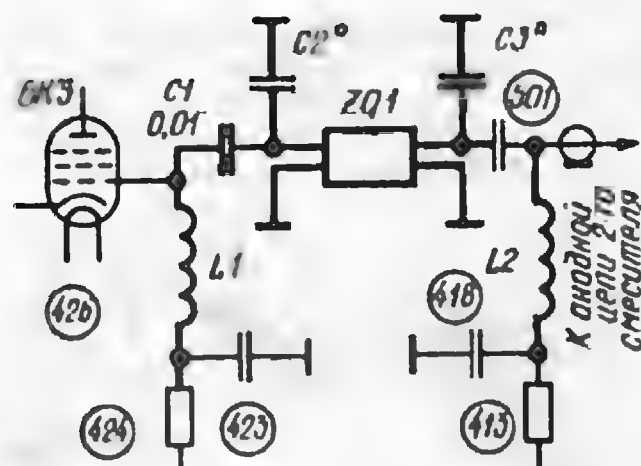

Рис. 4
4. В тракт УПЧ для улучшения селективности целесообразно ввести ЭМФ на 215 кГц. Модификация сводится к удалению первой (от входа УПЧ) половины перестраиваемого ФСС и установке на освободившееся место ЭМФ в соответствии со схемой рис. 4.